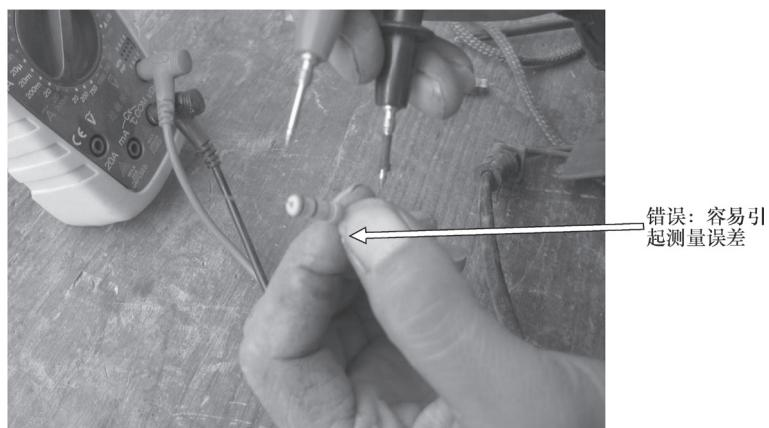

图 2-25 错误的握法
5) 将万用表的红、黑表笔分别搭在电阻器两端引脚上，如图 2-24 所示。观察表盘，记录所测得的电阻器阻值 R 。需要注意的是，手指切勿同时碰到万用表的两只表笔或者电阻器的两个引脚，如图 2-25 所示。